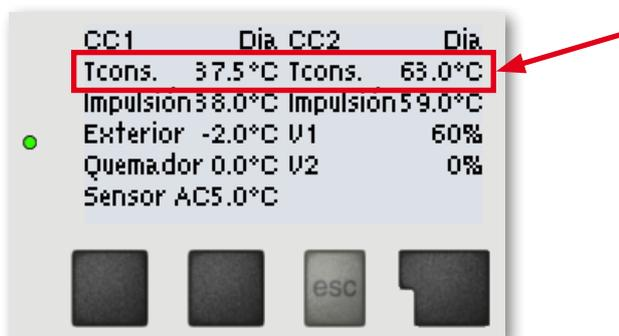

Fig. 7
El sistema Logico controla la caldera y la bomba de circulación externa relacionada (cuando no está presente dentro de la propia caldera) en función del valor más alto de las temperaturas calculadas para el circuito mezclado (1) y directo (2) (Fig. 7).